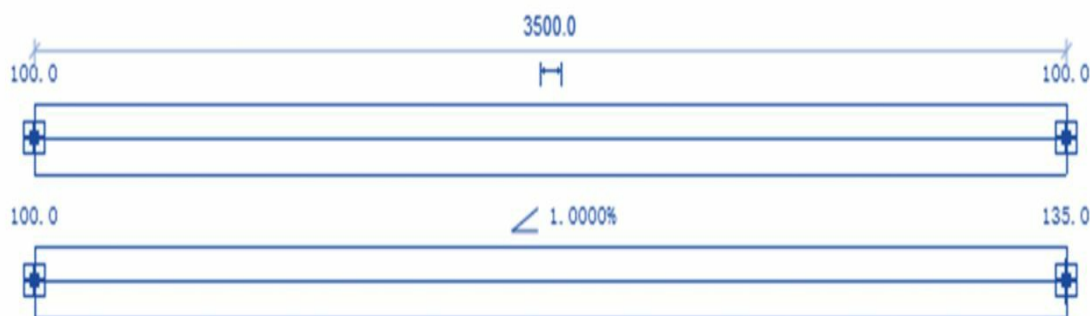

图3-21
- 选中某管段，单击并修改其起点和终点标高来获得管道坡度，如图3-21所示。当管段上的坡度符号出现时，也可以单击该符号修改坡度值。